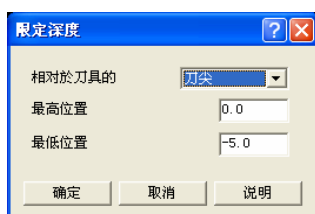

图 1-62 限定深度
5) 单击“限定深度”，弹出“限定深度”对话框，选择相对于刀具的“刀尖”，输入最高位置：0.0、最低位置：-5.0，如图 1-62 所示。